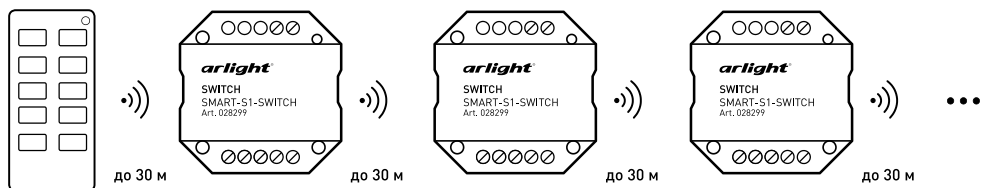

Рисунок 3. Ретрансляция сигнала от пульта ДУ.
3.9. Все устройства автоматически ретранслируют сигнал от пульта ДУ или панели управления (рисунок 3). Расстояние между выключателями на открытом пространстве может достигать 30 м.